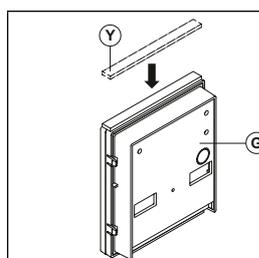
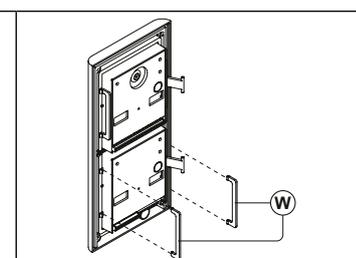

Fig. 5
Fig. 6
Appliquer le joint adhésif  comme illustré sur la **Fig. 5**.
Installez les butées anti-effraction  comme illustré sur la **Fig. 6**.
4. Avant d'installer le support des modules, accrocher à ce dernier les modules (G) comme illustré sur la Fig. 5 et insérer pour chaque module, comme illustré sur la Fig. 6, les butées anti-effraction (W) (effectuer la même opération pour le deuxième support modules) ;